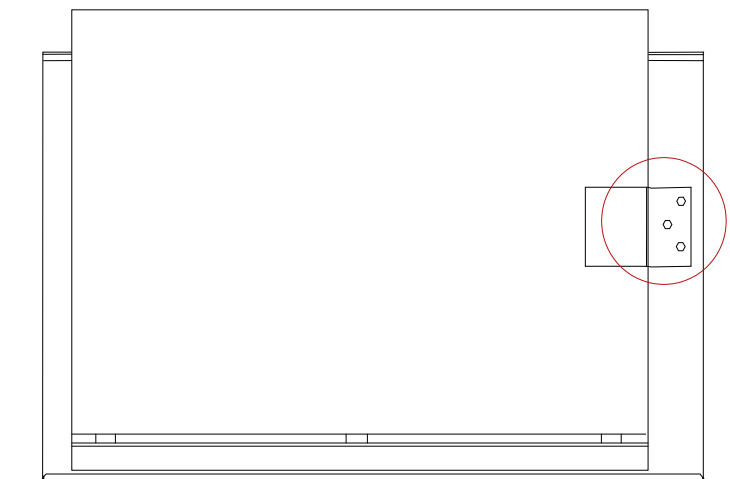

Рисунок 5.7 – Монтаж. Тип В
6. Установите крышку видеорегистратора и закрепите крепежную пластину из комплекта поставки кронштейна (Рисунок 5.7).